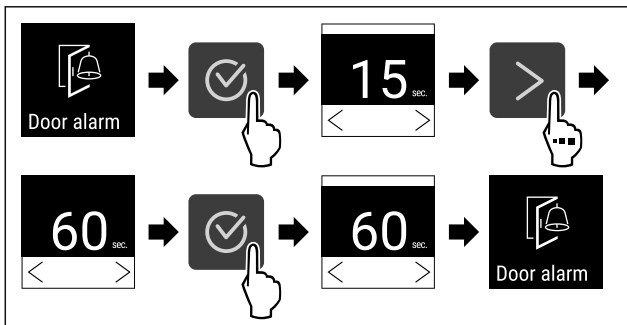

Fig. 104
- ▶ Провести етапи операцій (див. Fig. 104).